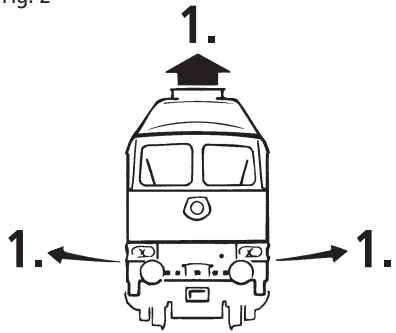

Fig. 3
1. Reinigung der Radstromkontakte: Radstromkontakte können auf unsauberen Schienen leicht verschmutzen. Entfernen Sie **vorsichtig** mit einem kleinen Pinsel **den Schmutz** an den in Fig. 3 gekennzeichneten Stellen.
1. Cleaning of wheel contacts: Wheel contacts easily get dirty on tracks which are not entirely clean. Use a small brush to **remove dirt** from spots marked in fig. 3.
1. Nettoyage des lames de courant aux roues: Les lames de contacts risquent de s'encrasser rapidement sur des voies poussiéreuses. Veuillez **enlever la poussière** aux endroits marqués à la fig. 3 à l'aide d'un petit pinceau souple.